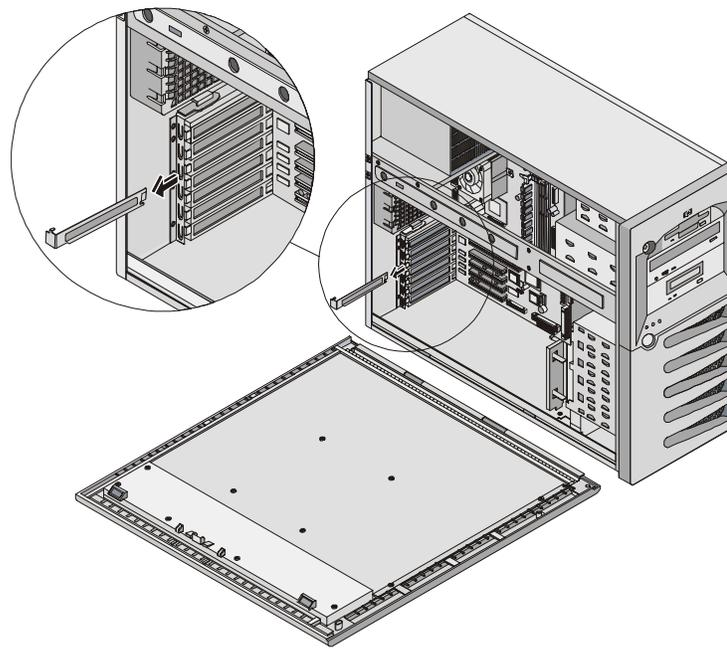

Figure 3-22. Retrait du cache du logement
7. Repoussez le cache du logement PCI de l'arrière du châssis et faites-le glisser vers vous pour le retirer. Voir Figure 3-22.